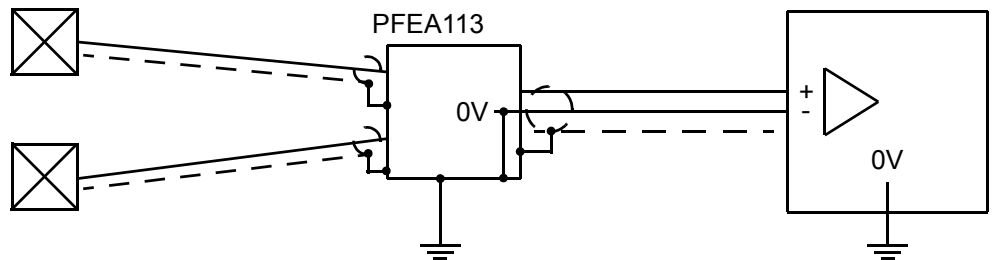
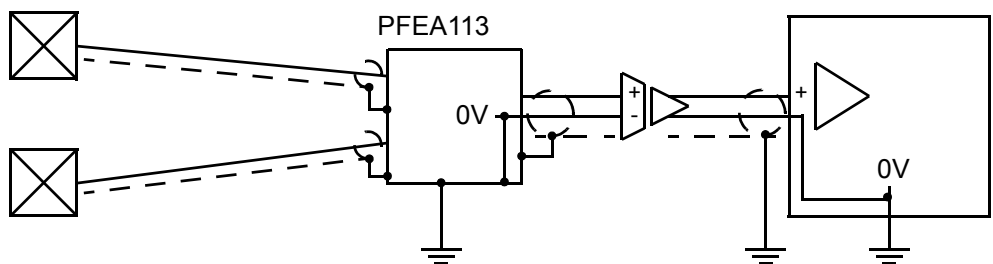

Figura 2-6. Collegamento ad un sistema superiore con ingresso isolato o differenziale
Figura 2-7. Collegamento ad un sistema superiore mediante amplificatore di isolamento separato
- Poiché il conduttore di terra del sistema di misura è collegato alla terra del telaio dell'elettronica di tiro, l'ingresso del sistema superiore collegato al sistema di comando non deve essere messo a terra. Il metodo migliore per collegare il sistema di misura ad un sistema superiore è illustrato in Figura 2-6 ed in Figura 2-7.